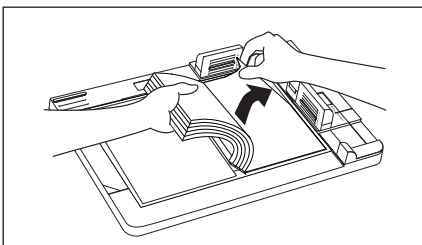

ABBILDUNG 33
4. Heben Sie vorsichtig die rechte Seite des Buchblocks hoch und entfernen Sie die große Folie von der Klebefläche der rechten Seite des Umschlags (siehe Abbildung 33). Lassen Sie nun den Buchblock auf die Klebefläche fallen und drücken von oben auf den Buchblock.